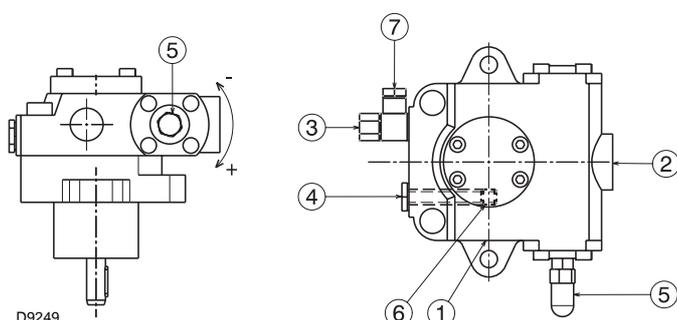

Abb. 22
Sie sind am Brenner installiert und der Bypass ist mit der Schraube 6)(Abb. 22) verschlossen.
- Damit sich die Pumpe (Abb. 22) selbst einschalten kann, muß die Schraube 4) gelockert wird, so daß der Ansaugschlauch entlüftet wird.
Legende (Abb. 22)
Dieser Vorgang ist möglich, weil die Pumpe werkseitig mit Heizöl gefüllt wird; falls die Pumpe gelehrt wurde, muß sie vor dem Anfahren über den Stopfen des Vakuummeters 4)(Abb. 22) mit Brennstoff gefüllt werden, weil sie festfrißt.
Der Pumpendruck wird durch Verstellen der Schraube 5)(Abb. 22) verändert. Siehe in den auf Seite 17 aufgeführten Informationen.